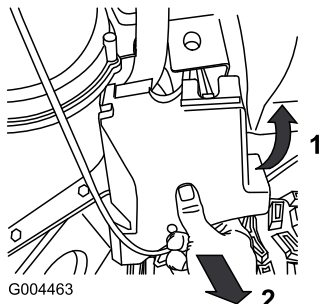

Figure 44
2. Retirez les fixations du couvercle de courroie gauche puis déposez le couvercle dans l'ordre indiqué à la Figure 44.